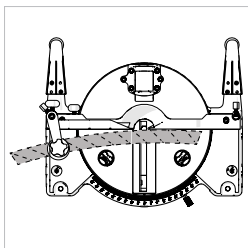

Fig. 15
10. Corte de material curvo (Fig. 15)